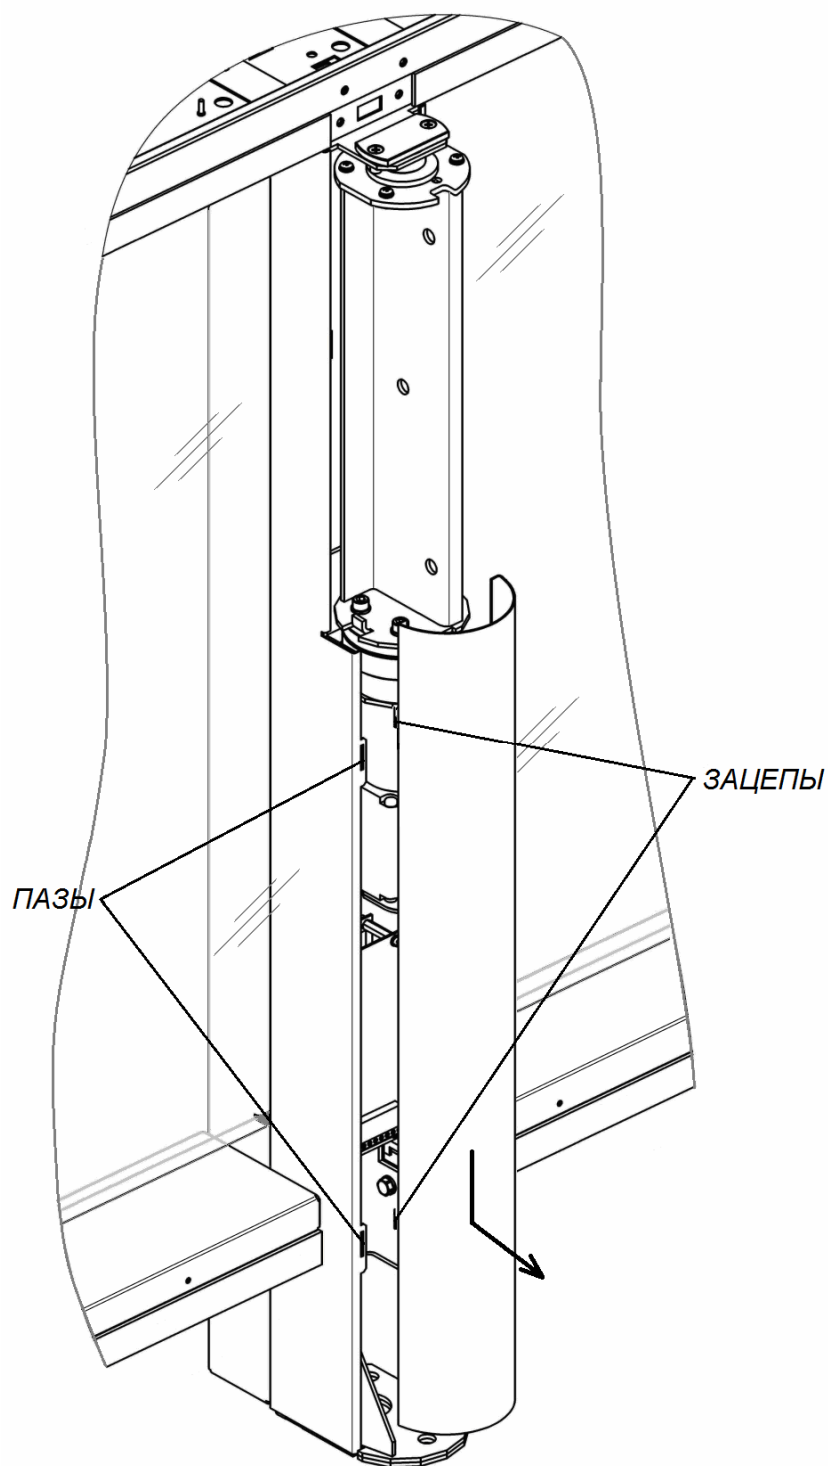

Рисунок 19. Снятие кожуха центральной стойки
Для снятия кожуха центральной стойки (5) – сдвиньте кожух вдоль стойки вниз и на себя, выводя зацепы кожуха из пазов в центральной стойке (см. рис. 19).